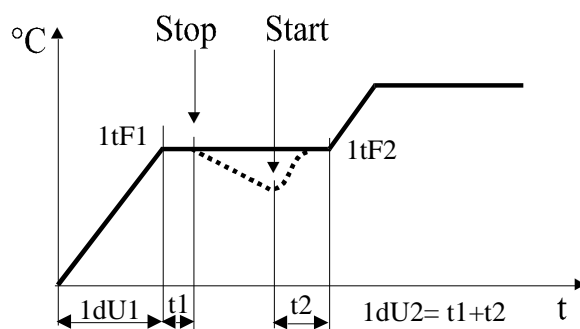

Figura 2
3. pulsante di start premuto (tasto “START/STOP”): lo strumento regola sulla rampa sospesa (vedi figura 2). Una rampa si considera eseguita se la temperatura è nell’intorno dei $\pm 3^{\circ}\text{C}$ della temperatura finale programmata.